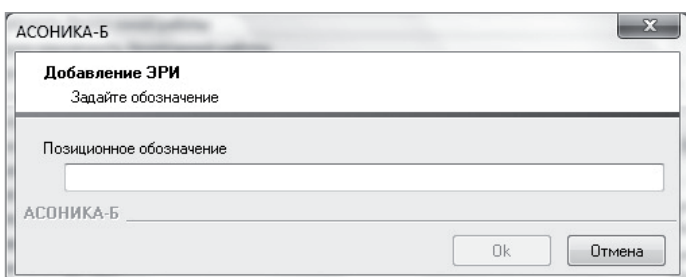

Рис. 17. Диалоговое окно *Выбор позиционного обозначения*
**Шаг 5.** В появившемся диалоговом окне введите позиционное обозначение добавляемого ЭРИ (рис. 17) и нажатием кнопки *ОК* завершите процесс добавления ЭРИ.